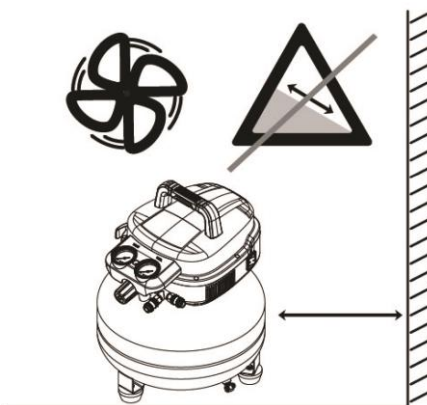

Figure 1
3. Positionnez le compresseur d'air (figure 1).